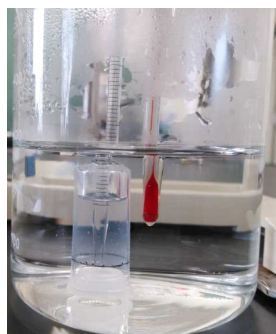

図2 実験装置
- ① 実験する時の室温と気温を測定し、記録しておく。
- ② 作成した実験装置の印の高さ（今回は空気の体積が1 mL）まで水を入れ、蓋をする。このときの水は室温になるように汲み置きしたものを使用する。
- ③ ビーカーに約80℃の湯を300mL程度入れ、②の実験装置と温度計をスタンドで固定する（図2）。
- ④ 入れた直後は目盛りの動きが安定しないので、動きが緩やかになる60℃前後から温度と実験装置の目盛りを読んでいく。